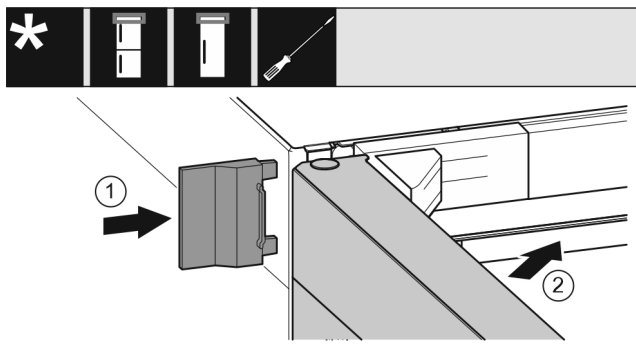

Fig. 25
- ▶ Applicare la copertura esterna Fig. 25 (1).
- ▶ Chiudere la porta superiore Fig. 25 (2).